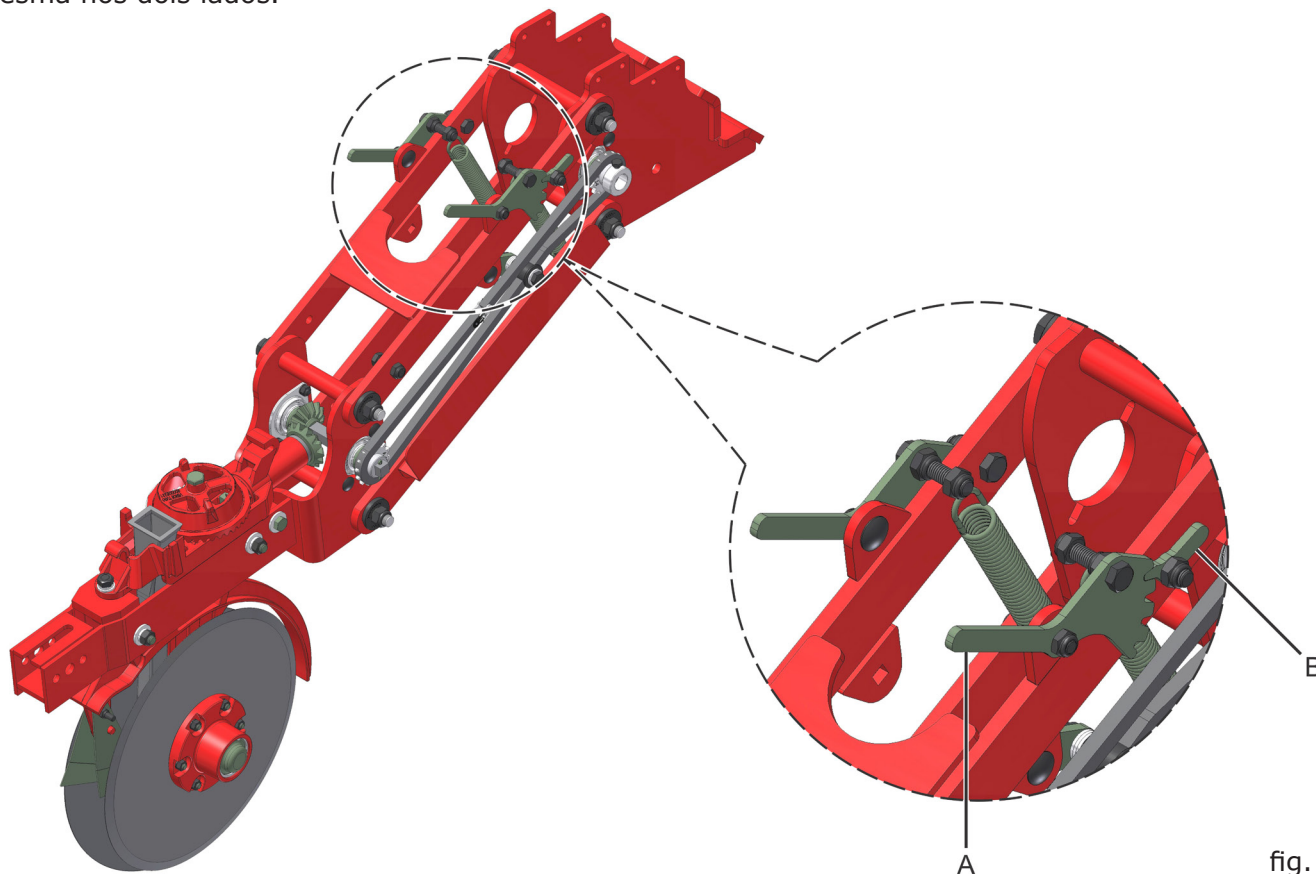

fig. 18
Para realizar o ajuste da pressão da mola, afim de obter maior amplitude (oscilação de altura) dos discos duplos de semente, suspenda a semeadora para facilitar tal ajuste. Em seguida, desloque para baixo a alavanca (A) (fig. 18) e posicione a trava (B) conforme a amplitude e pressão desejada. Para que ambos os lados da linha trabalhem com pressão igual, a regulagem da pressão deve ser a mesma nos dois lados.